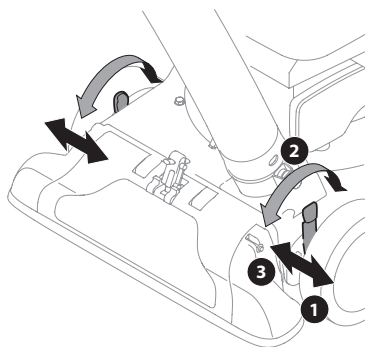

Figure 7
1. Pressez sur le levier de réglage de la hauteur de la buse (vers la roue). Voir Figure 7.
3. Relâchez le levier de réglage. Voir Figure 7.